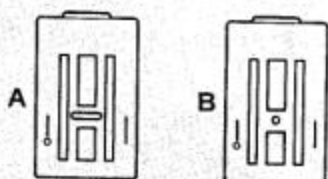

Fig. 1
1. Zet de ontgrendelhevel omhoog en verwijder het persvoetje (zie Fig. 1).
2. Plaats de gewenste klik-aan voet op de naaldplaat als aangegeven (zie Fig. 1).